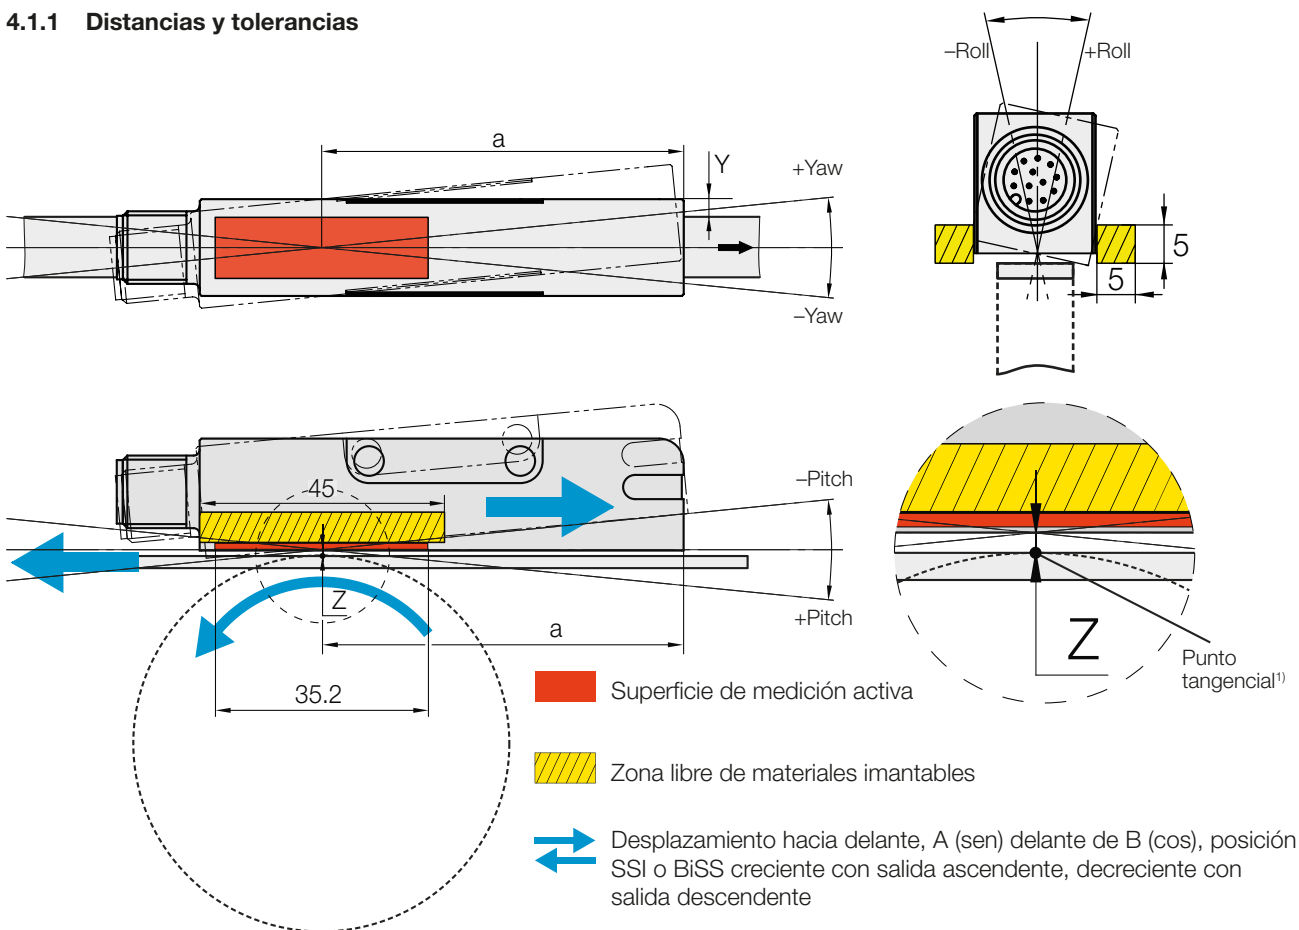
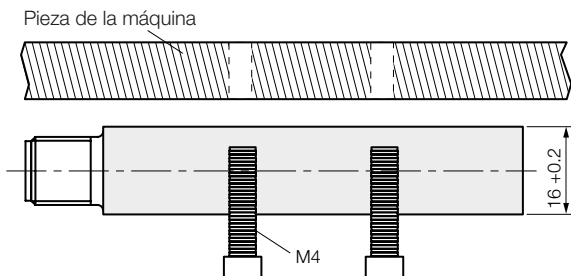
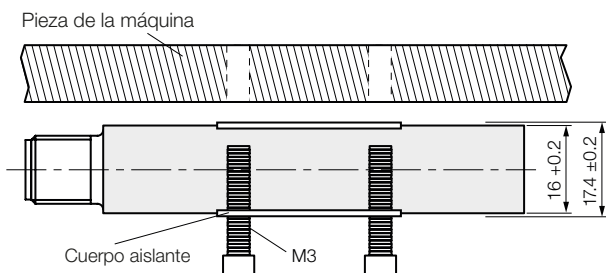

Fig. 4-1: Distancias y tolerancias
Fig. 4-4: Montaje de la cabeza del sensor (sin cuerpo aislante)
Fig. 4-5: Montaje de la cabeza de sensor con cuerpo aislante
3. Teniendo en cuenta las distancias y tolerancias (véase Fig. 4-1), fijar el lado derecho o el izquierdo de la cabeza del sensor a la pieza de la máquina (véase Fig. 4-4 o Fig. 4-5).